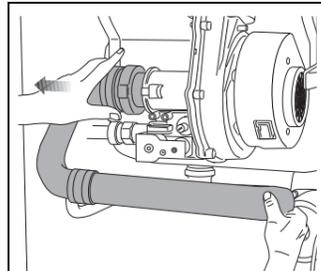

Fig. 6
- Verwijder de luchtaanzuigbuis van de ventilator (→ fig. 6).